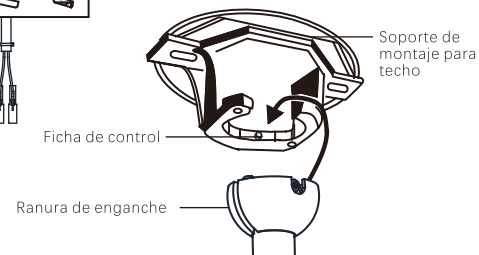

Imagen 10
Paso 9. Levante el montaje del motor en posición y coloque la bola de suspensión dentro del soporte de montaje del techo. (Imagen 10)
Gire todo el montaje hasta que la "Ficha de control" caiga dentro de la "Ranura de enganche" y se asiente con firmeza. (Imagen 10)